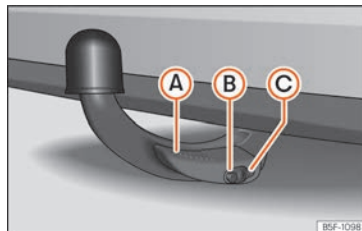

Abb. 298 Ordnungsgemäß befestigter abnehmbarer Kugelkopf
- Der Hebel (A) » Abb. 298 ist vollständig angehoben.
- Der Entriegelungsbolzen (B) » Abb. 298 steht komplett heraus (sein rot-grüner Teil ist sichtbar).
- Die Abdeckung (C) » Abb. 298 sitzt auf dem Schloss.